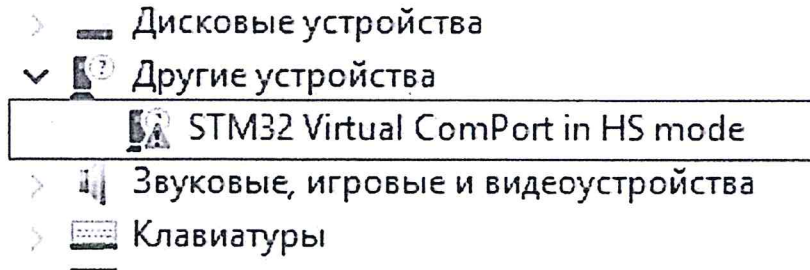

Рисунок 9 – Некорректная установка драйвера виртуального COM-порта
3.1.2. При некорректной установке драйвера виртуального COM-порта (рисунок 9) произвести установку драйвера вручную. Для этого: